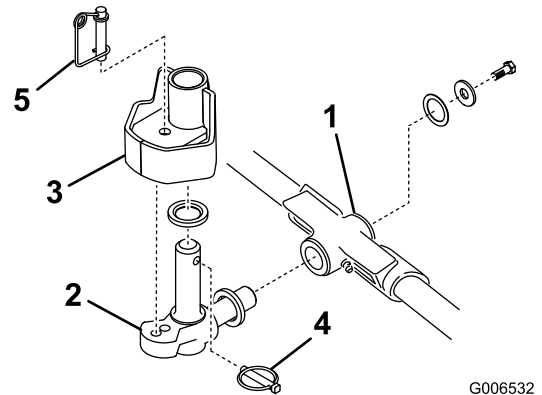

Bild 12
1. Setzen Sie eine Druckscheibe auf die horizontale Welle des Kreuzgelenks, wie in Bild 12 dargestellt.
2. Setzen Sie die horizontale Welle des Kreuzgelenks in das Befestigungsrohr des Trägerschassis (Bild 12).
3. Befestigen Sie das Kreuzgelenk mit einer Druckscheibe, einer Flachscheibe und einer Bundkopfschraube am Trägerschassis (Bild 12).
4. Setzen Sie eine Druckscheibe auf die vertikale Welle des Kreuzgelenks (Bild 12).
5. Falls abgenommen, setzen Sie die vertikale Welle des Kreuzgelenks auf die Hubarmdrehnabe (Bild 12).
6. Setzen Sie den Klappstecker in das Kreuzloch an der Kreuzgelenkwelle (Bild 12).
11. Haken Sie den Federdraht unten um den Lenksperrstift (Bild 12).
1. Montieren Sie eine Messerspindel (Bild 12).